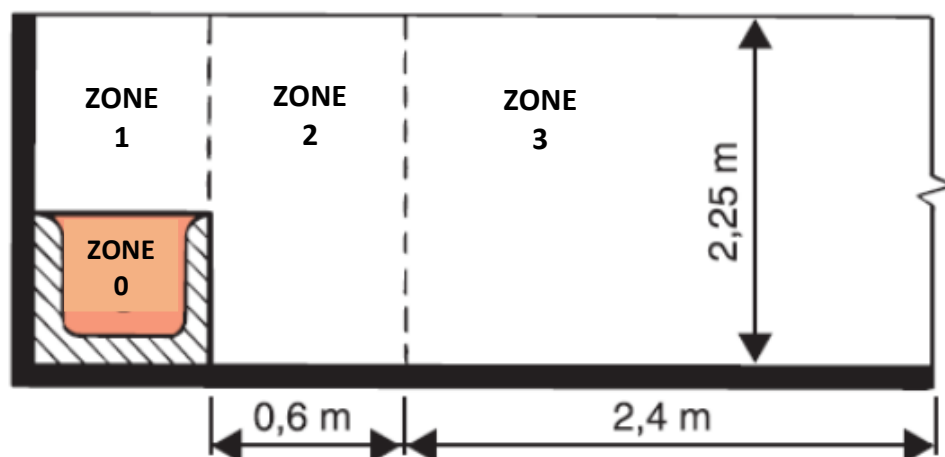

Abbildung 1
- Mögliche Installation in Badezimmern und Waschräumen in der Zone 1 - elektrische Deckung IP 25 (über dem Niveau von Badewanne, Duschecke) gemäß ČSN 33 2000-7-701 (Abb. 1)
- Das Produkt verfügt über die elektrische Deckung IP 25 und darf in Badezimmern, Duschecken und Waschräumen gemäß ČSN 33 2000-7-701 in den Zonen 1, 2 und 3 (Abb. 1) angebracht werden.